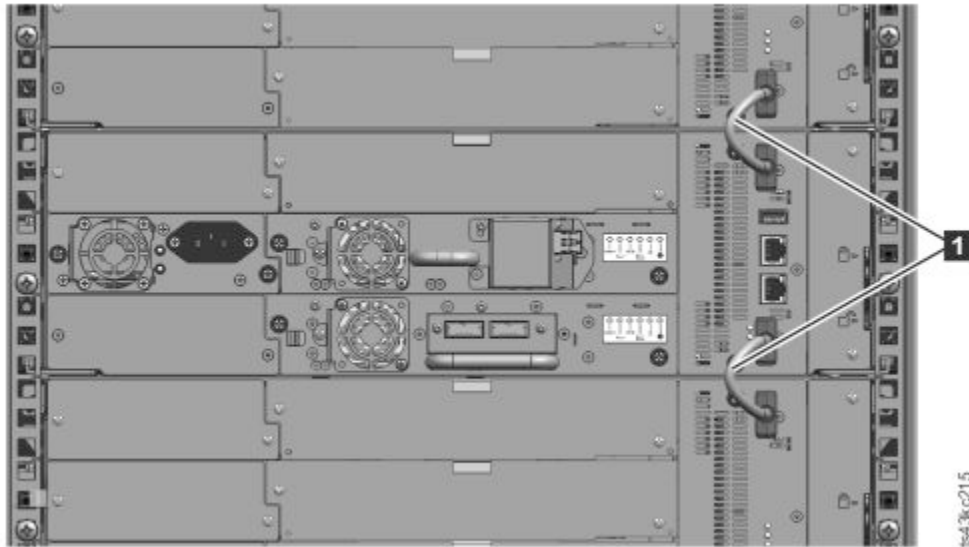

図 47. 接続されたモジュール
5. ライブラリーの背面から、拡張相互接続ケーブルを使用して各ペアのモジュールを隣接モジュールに接続します。**(1)** 53 ページの図 47 に示された通りです。